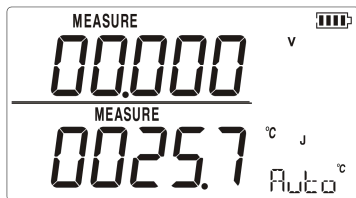

图 5.1-2
3. 按  显示热电偶读数。如果需要，继续按  键可选择适当的热电偶类型，如图 5.1-2 所示为 J 分度号热电偶。